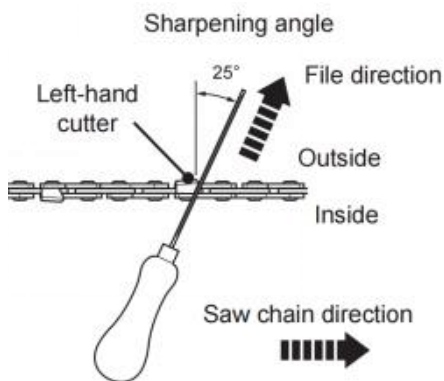

Fig. 74
5. Fila i en vinkel vinkelrätt mot stängan och i en vinkel på 25° mot färdriktningen (fig. 74).